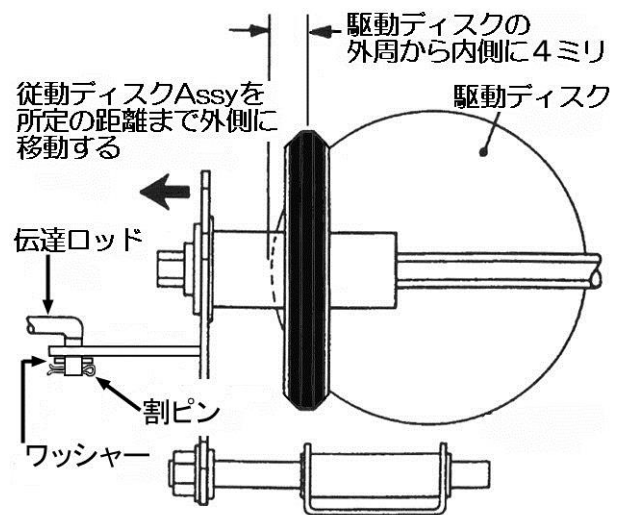
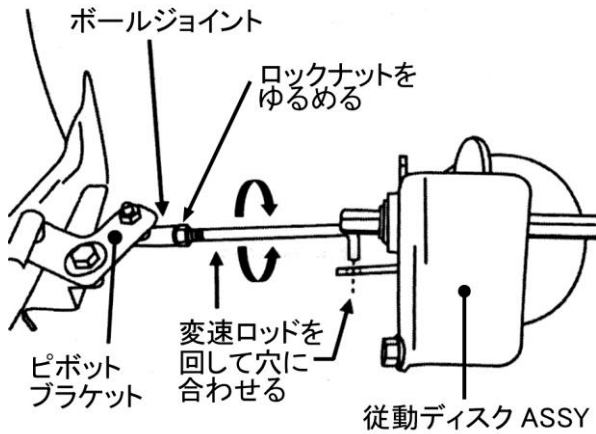
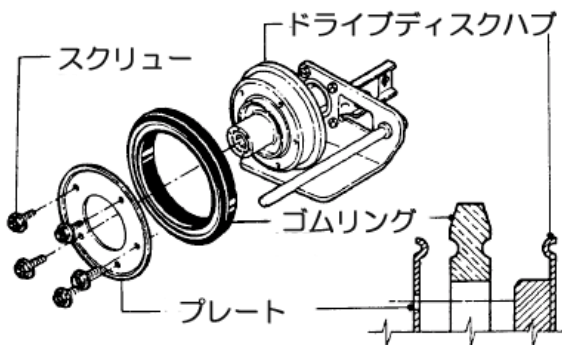

図6-9
図 6-10
図6-12A
4. 従動ディスクを駆動ディスクの端から3~4ミリの位置にセットします。(図6-9)
6. 伝達ロッドをまわして位置と向きを合わせてから、元の穴に納めてワッシャと割りピンを取り付けます。(次ページ 図6-10)
8. 変速レバーをいったん低速に入れてから高速に戻します。従動ディスクと駆動ディスクの端の距離(3~4ミ)が狂っていないか確認します。(図6-9)
④ 従動ディスクラバーの交換
1. 伝達ロッドの曲がった先から割りピンとワッシャを外し、ロッドを外します。(次ページ 図6-10)
3. 駆動ディスクとゴムのリングを固定する5本のスクリューとプレートを外します。(図6-12A)
⑤ 従動ディスクのベアリングの交換
1. 伝達ロッドからピンとワッシャを取り外し、ドライブディスク Assy の穴から伝達ロッドを取り外します。(図6-9)